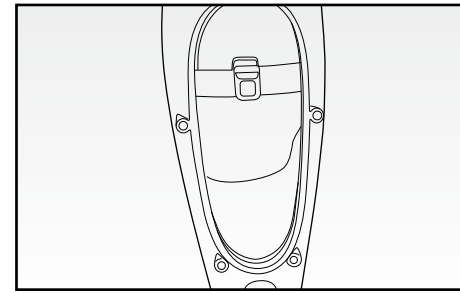

Fig. 7
**ATTENZIONE:** Pulire il contenitore della polvere (F) ed il filtro (D) in tempo utile; la potenza d'aspirazione sarà ridotta se il contenitore è pieno od il filtro ostruito.
- Dalla parte posteriore dell'apparecchio, verificare se il contenitore della polvere (F) è pieno (Fig. 7).